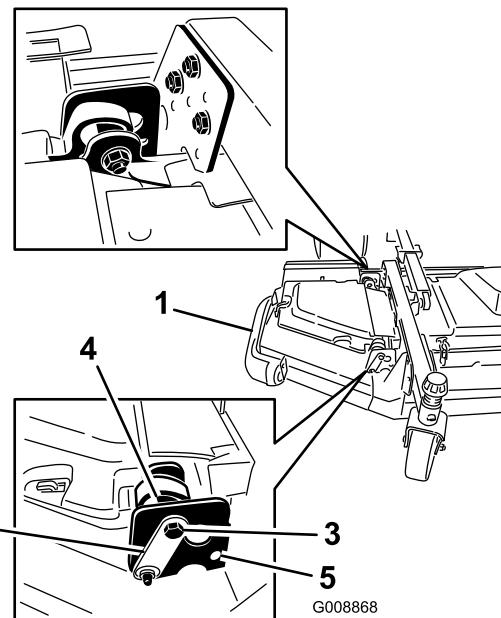

Figure 7
2. Desserrez les boulons et écrous qui fixent les 2 entretoises excentriques aux plateaux d'extrémité (Figure 7).
- Tournez l'excentrique arrière (le plus proche du groupe de déplacement) jusqu'à ce que la pointe de la lame extérieure soit plus haute d'environ 3 mm que la hauteur de coupe voulue (Figure 7).